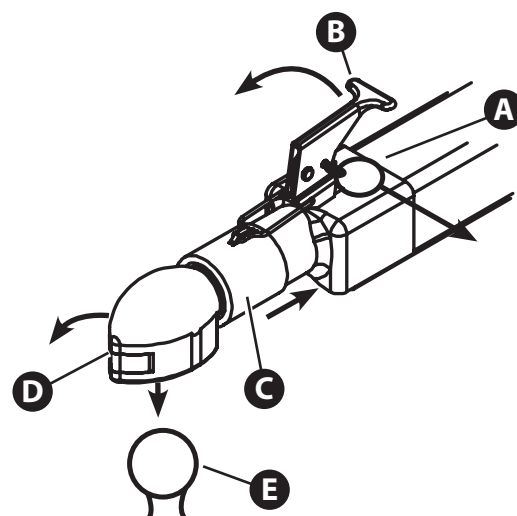

Figure 3.4
- S'assurer que l'attelage est ouvert : Enlever la goupille (A, Figure 3.4) du loquet (B) et soulever le loquet. S'assurer que le capuchon de l'attelage (D) est ouvert et retient le collier (C) vers l'arrière.
- Abaisser la remorque dans la boule d'attelage E, Figure 3.4).